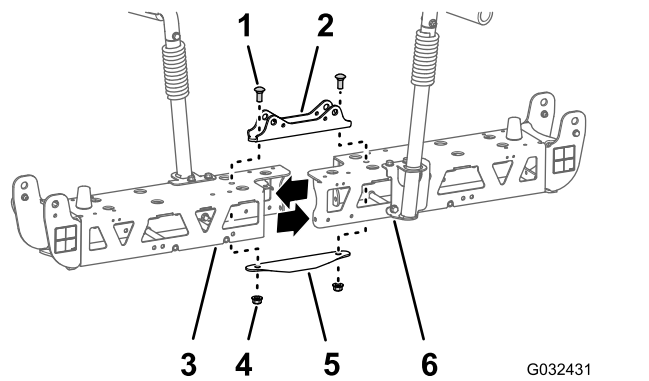

图53
2. 拧下用于固定窄油缸安装座、左右桁架框架以及窄连接板的 2 个托架螺栓 $\frac{1}{2}$  x  $1\frac{1}{4}$  英寸和 2 个锁紧螺母 $\frac{1}{2}$  英寸图53。